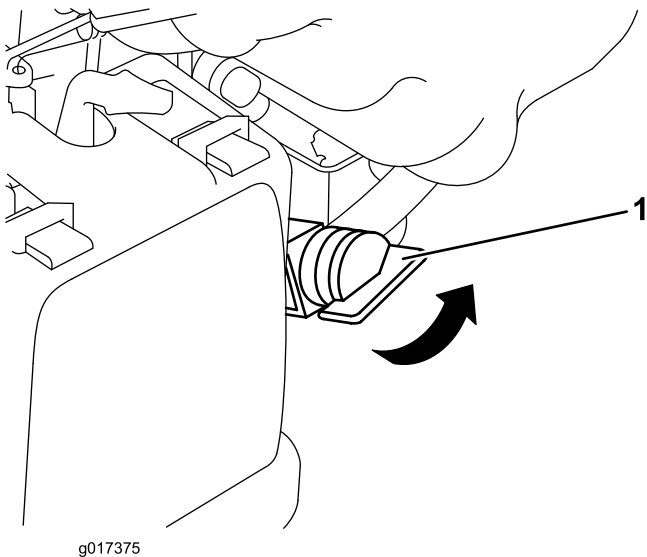

Bild 12
2. Drehen Sie den Kraftstoffhahn auf die Ein-Stellung (Bild 12).